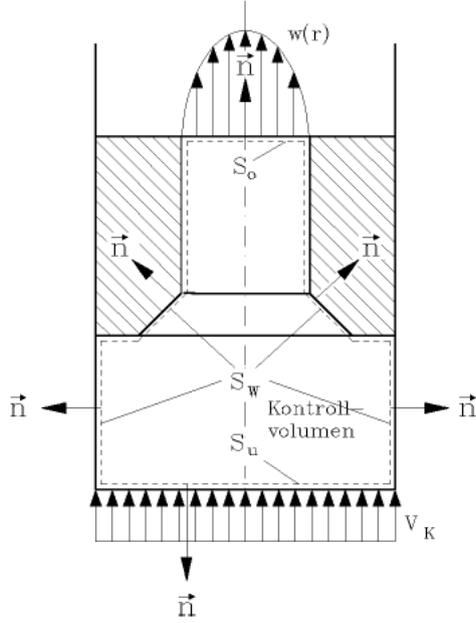

Abbildung 4: Bewegter Kolben im kolbenfesten Koordinatensystem
**Kolbenfestes Koordinatensystem:** Im kolbenfesten Koordinatensystem (siehe Abbildung 4) bewegt sich die untere Zylinderwand mit  $V_K$  nach oben. Mit  $\rho = const$  lautet die Kontinuitätsgleichung für ein (in diesem Koordinatensystem) festes Kontrollvolumen: